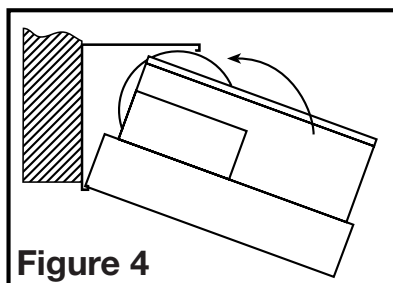

Figure 4
- Fixer par pression le bâti du ventilateur dans le support (Figure 4). Le ventilateur peut être fixé par pression en position avec le collet de conduit faisant face à gauche ou à droite en fonction de quelle direction est la plus pratique.